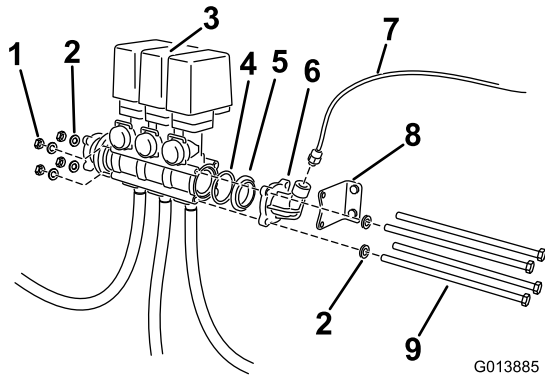

**Figure 3**
1. Desserrez, mais ne retirez pas, les boulons qui fixent l'ensemble vannes de rampe au support (Figure 3).